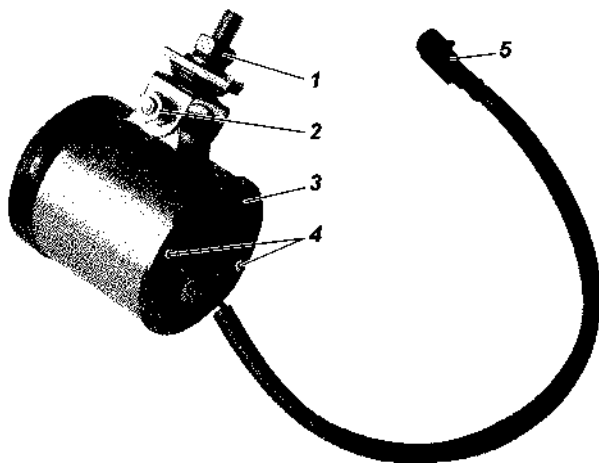

Рис. 9.42. Противотуманная фара:
**Противотуманные фары.** Для регулировки противотуманных фар ослабьте гайки 1 и 2 (рис. 9.42) крепления фар и, поворачивая корпус фары в горизонтальной и вертикальной плоскостях, установите фару в положение,